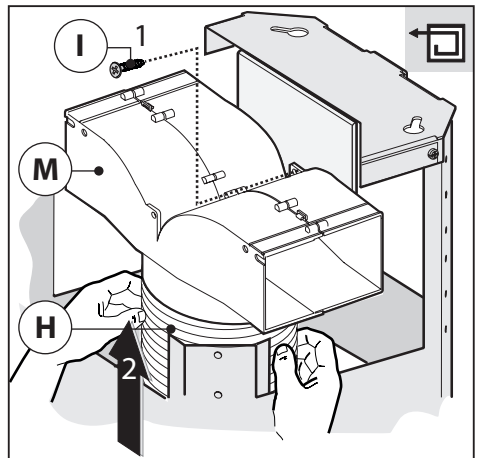
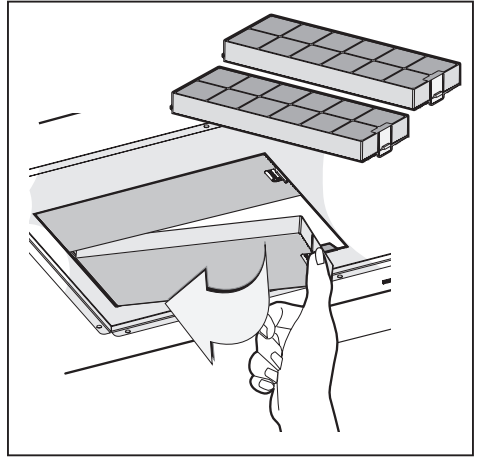
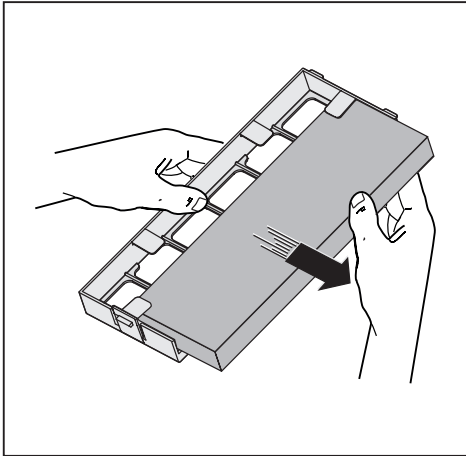

Fig.13
Fig.16
Fig.17
-**Filtversion:** vi tillhandahåller två olika satsar, en med lådkolfilter (Fig.16) och en med kolfilter som kan återställas (rengöras) (Fig.17).
-Koppla den flexibla slangen till luftavskiljare **M** och vrid åt skruven **I** enligt anvisning i (Fig.13), de aktiva kolfiltren måste sättas in på utsugningsenheten in i fläktkåpan (Fig.16).